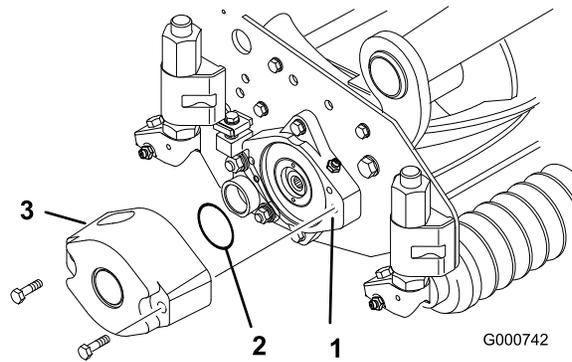
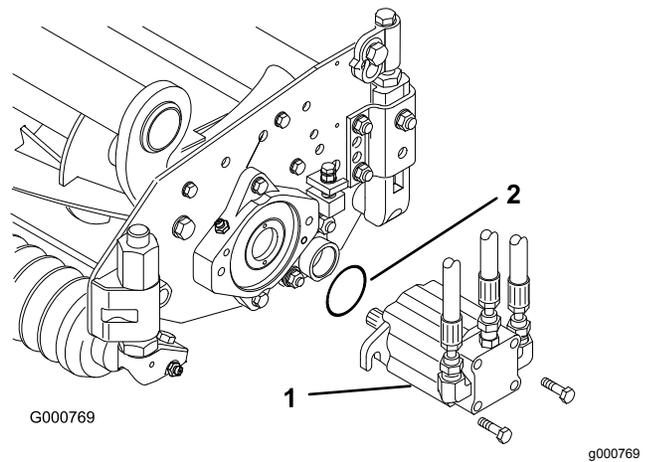

Figura 15
Figura 18
3. Lubrique e instale una junta tórica grande en la ranura del alojamiento del cojinete de cada extremo de la unidad de corte (Figura 15 y Figura 18).
4. Instale un contrapeso en el extremo correspondiente de cada unidad de corte con los tornillos de caperuza suministrados (Figura 15).
13. Monte el motor en el extremo de tracción de la unidad de corte y fíjelo con 2 tornillos de caperuza (**Figura 18**).